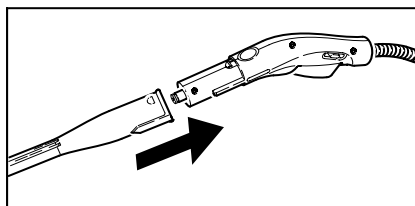

Рисунок 3
- Соедините нужную принадлежность (D1, E1) с паровым пистолетом (С1). Для этого наденьте открытый конец принадлежности на паровой пистолет и надвиньте на паровой пистолет настолько, чтобы кнопка деблокировки (С2) парового пистолета зафиксировалась (см. рисунок 3).